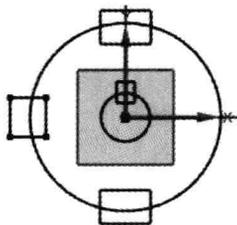

图 2.7 镜像 1
Step5. 以 X 轴为镜像中心，镜像绘制第三个矩形，如图 2.7 所示。